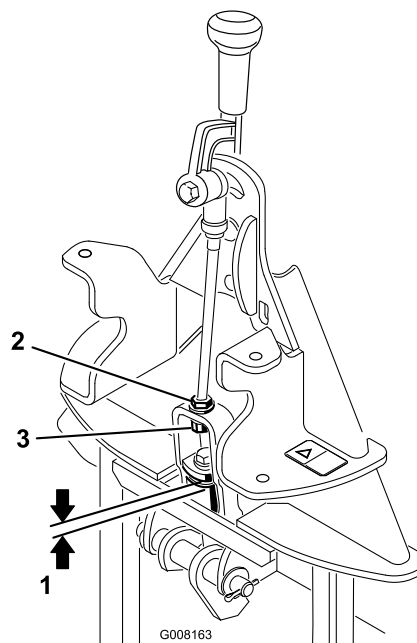

Figura 5
2. Misurare lo spazio tra la rondella superiore e il distanziale del gruppo di connessione sull'adattatore dell'attrezzo, come illustrato nella Figura 5.